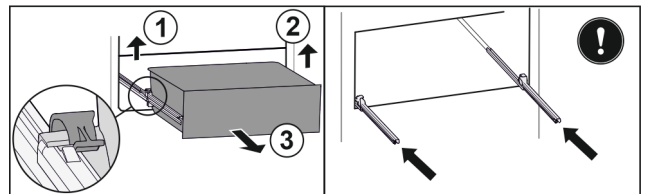

Fig. 98
- ▶ Linke Klemme anheben und gleichzeitig Schubfach links nach vorne ziehen. Fig. 98 (1)
- ▶ Rechte Klemme anheben und gleichzeitig Schubfach rechts nach vorne ziehen. Fig. 98 (2)
- ▶ Schubfach nach vorne entnehmen. Fig. 98 (3)